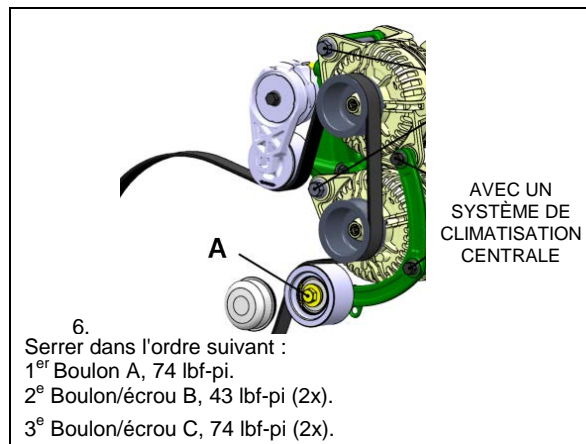
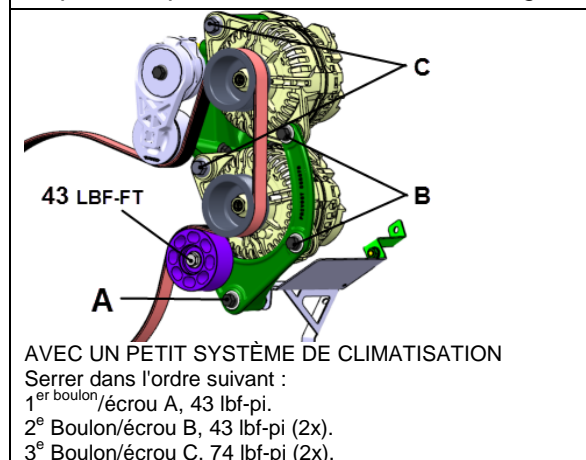

FIGURE 40 : POSE D'ALTERNATEUR, ORDRE DE SERRAGE - CLIMATISATION CENTRALE
FIGURE 41 : POSE D'ALTERNATEUR, ORDRE DE SERRAGE - PETIT SYSTÈME DE CLIM.
7. Pour une installation correcte, il est important de suivre le bon ordre de serrage des vis de fixation de l'alternateur. (FIGURE 40 et Figure 41).